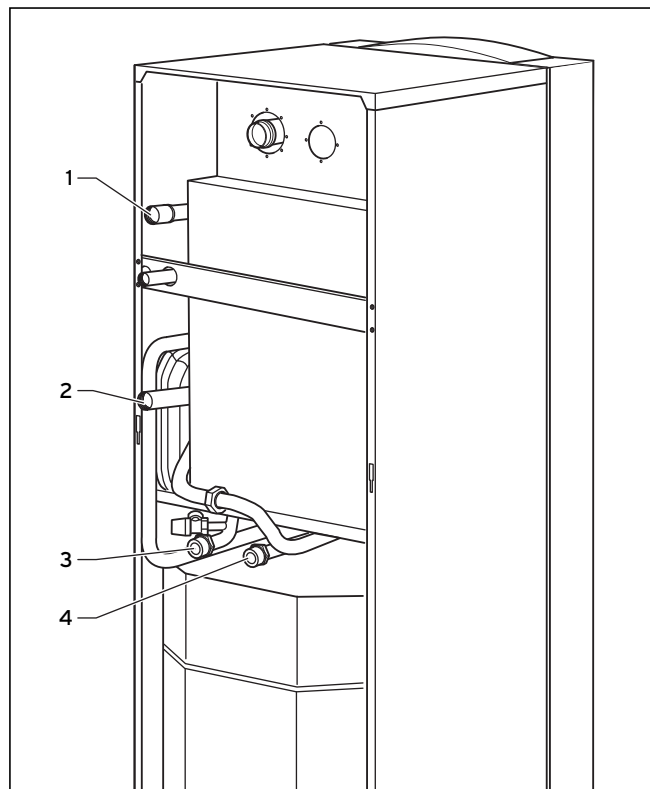

Рис. 4.1 Подсоединение со стороны отопления
- Установите подающую (1) и отводящую (2) линии в соответствии с данными на рис. 4.1.
- Подсоедините накопитель согласно рис. 4.1.